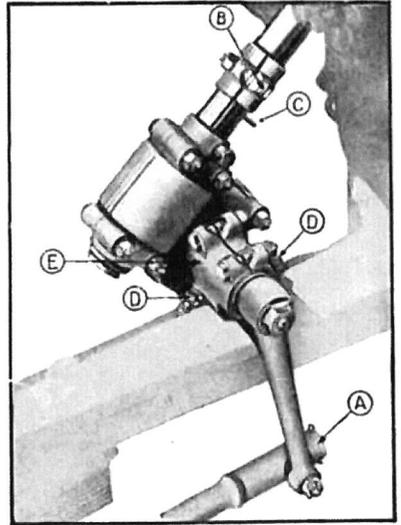

Fig. 230 — Direction.
- 2—Desserrer le collier inférieur du tube de direction ; faire glisser le collier et chasser la goupille traversant le tube et la vis du boîtier (fig. 230).